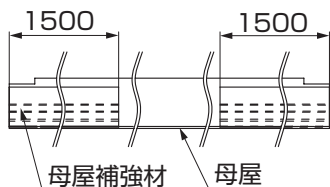

図1-2
- (1) 50型単体・56型単体・57型単体の場合
- ①母屋に母屋補強材が全部収まるまで差込み【1-1】で固定してください。(図1-2参照)
- (2) 延長の場合
- ①12型延長の場合、母屋補強材を164mm切断してください。
- ②母屋補強材を延長母屋の連棟部側から100mm出して【1-1】で取付けてください。